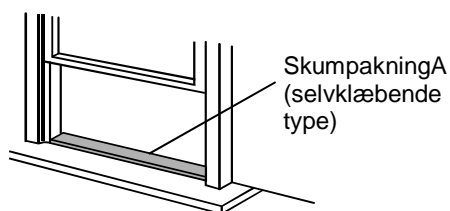

Fig.8
1. Skær skumpakningen (selvklæbende type) til den korrekte længde, og påsæt den på sålbænken. Fig.8